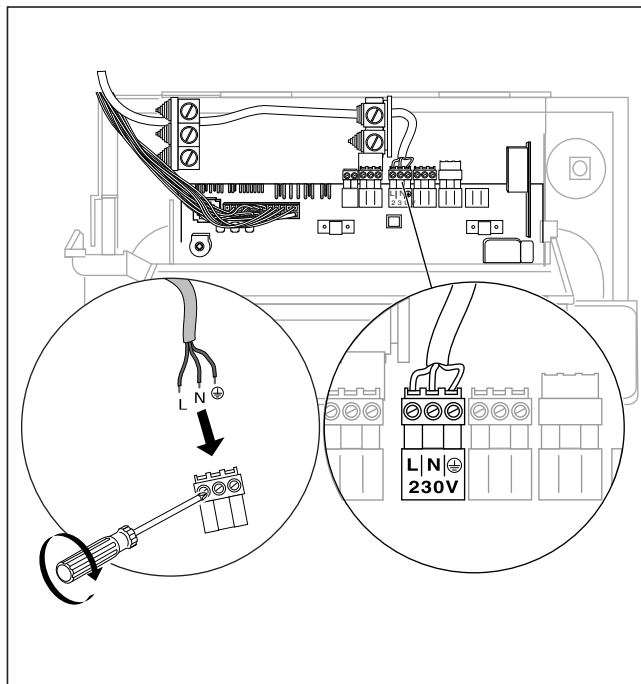

Fig. 4.4 Branșarea cablului de rețea
Cazanele cu gaz Vaillant sunt dotate cu sistemul de fișe Pro E pentru facilitarea instalării părții electrice și sunt cablate până la faza de branșare imediată. Cablurile de rețea și celelalte cabluri de conectare (de ex. pompa de circulație etc.) pot fi legate la fiecare fișă a sistemului Pro E special prevăzută (vezi fig. 4.4). Cablurile de rețea și cele de tensiune scăzută (de ex. conductorii senzorilor) vor fi pozate cu distanțare reciprocă.
- Conectați fix cablul de rețea la fișa Pro E (vezi fig. 4.4 și 4.5).